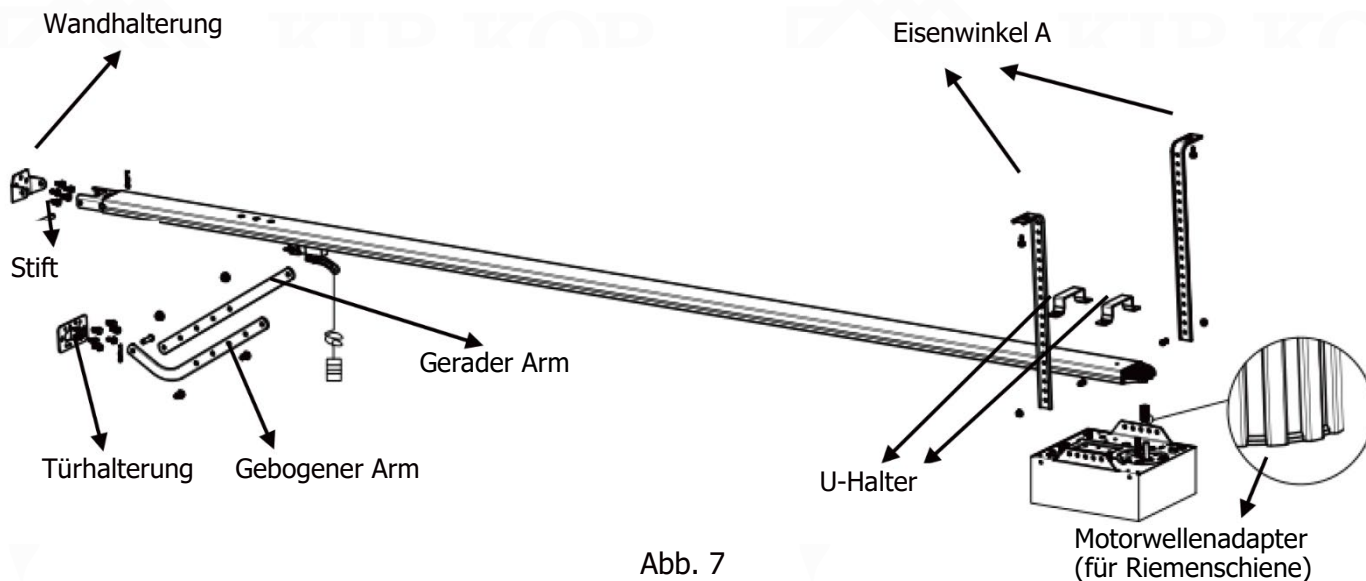

Abb. 7
- 7) Montieren Sie gemäß Abbildung 7.